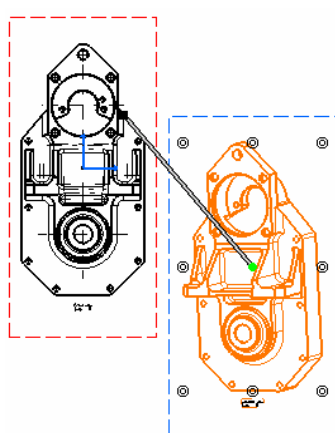

图 6-235
- 方向定位直线可以定义参考方向和相对偏移量。单击方向定位直线，它就变成闪烁的直线，且一直保持这种状态直到选择了一条直线，如图 6-235 所示。